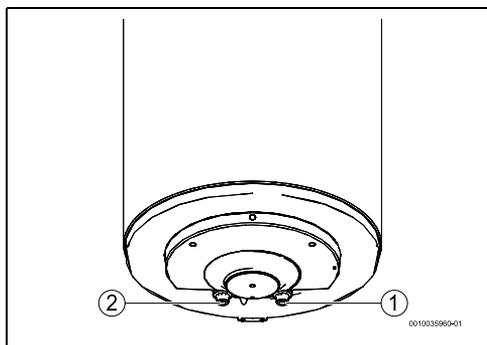

Рис. 10
- ▶ Закройте запорный вентиль воды (→ рис. 10, [5]).
- ▶ установить редуктор давления (рис. 10, [4]). Предохранительный клапан срабатывает всякий раз, когда давление воды в оборудовании превышает 8 бар (± 1 бар), поэтому необходимо предусмотреть способ слива этой воды.
- ▶ установить расширительный бак (рис. 10, [7]), чтобы предотвратить частое открытие предохранительного клапана. Объем расширительного бака должен быть равным 5% объему оборудования.